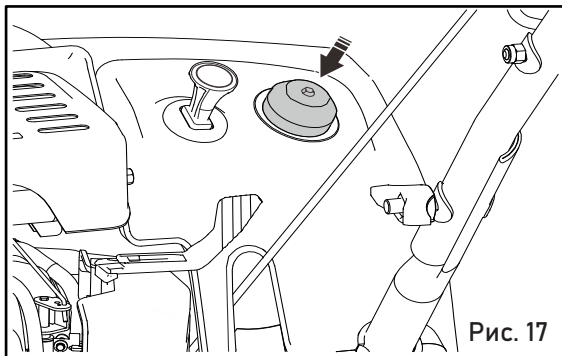

Рис. 17
8.3. Нажмите на устройство подачи топлива (праймер) не более 3-х раз для наполнения карбюратора топливом на . Рис. 17
Нажмите на устройство подачи топлива (праймер) не более 3-х раз для наполнения карбюратора топливом на . Рис. 17
При низкой температуре окружающего воздуха (ниже -10 °C) перед каждой попыткой запуска может понадобиться 1-2 дополнительных нажатия на кнопку насоса подкачки топлива (праймер, Рис. 17). Не следует слишком активно использовать праймер во избежание залива свечи зажигания топливом.